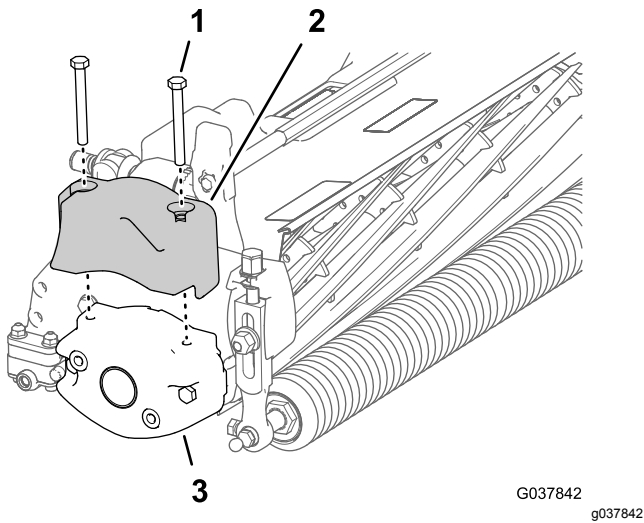

Figura 3
5. **Se state installando il kit sull'apparato di taglio di una macchina ibrida TriFlex,** rimuovete le 2 viti a testa cilindrica che fissano il contrappeso elettrico al cilindro e rimuovete il contrappeso (Figura 3).